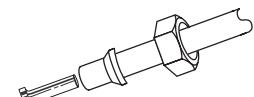

Figura 2
4. Instale el accesorio adaptador de la llave de agua a la llave de agua (ver Figura 2). No apriete demasiado para evitar que se dañe el accesorio. Remítase a la sección "Utilización de los accesorios de presión", inserte una sección de tubería plástica en el accesorio, cerciorándose de que el extremo de la tubería quede firmemente asentado contra el tope trasero.